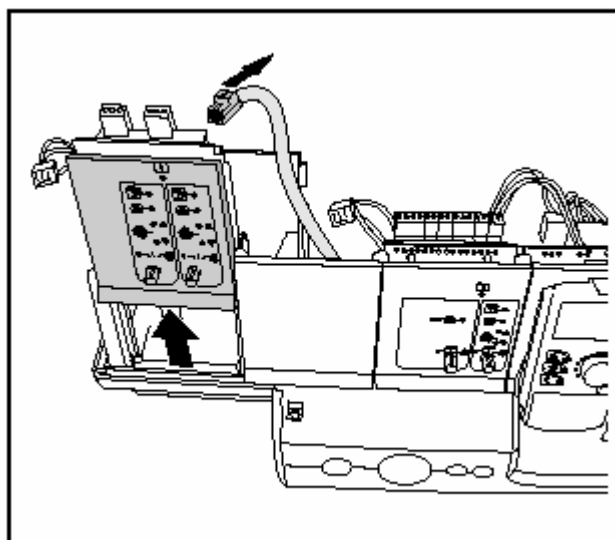

Рис. 10 Функциональный модуль, демонтаж модуля
- Все провода, которые контактируют с модулем, который необходимо демонтировать, отсоединить от клемм (рис. 10).
- Вынуть модуль из гнезда (рис. 10).